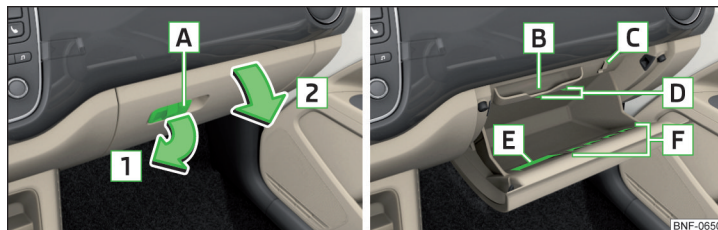

Fig. 69 Åbning af handskerum / Indvendigt i handskerummet
Handskerum » Fig. 69
- » Hvis der på åbningsgrebet **A** er en krog, der kan klappes ned, skal bagagen tages af, hvis der hænger noget på krogen » Fig. 69.
- » Sving klappen modsat pilens retning **2** » Fig. 69, indtil du kan høre, at den går i hak.